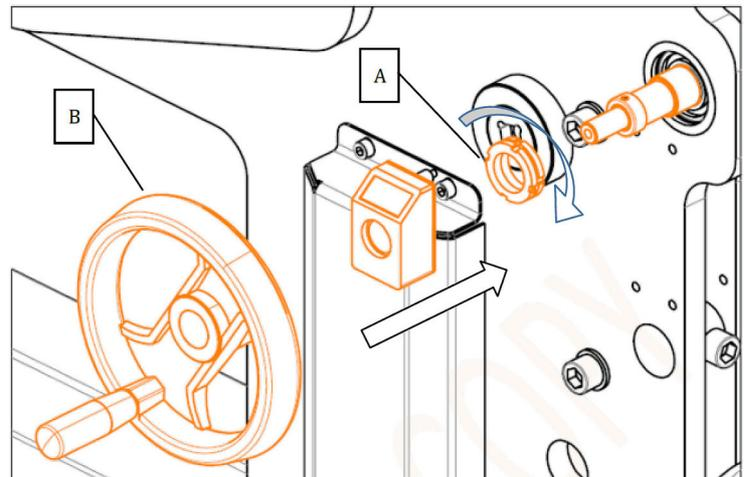

Abb. 10: Handrad montieren
Schritt 5: Um den Hinteranschlag verstellen zu können, montieren Sie das Handrad (B, Abb.10) auf die Welle an der Vorderseite.